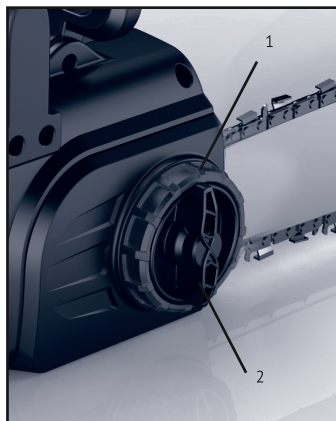

Рис.4
- Чтобы увеличить натяжение цепи пилы, возьмитесь за носок пильной шины и поверните внешнюю часть системы SDS (1) Рис.4. **ПО ЧАСОВОЙ СТРЕЛКЕ**. Поворот винта **ПРОТИВ ЧАСОВОЙ СТРЕЛКИ** позволит Вам ослабить натяжение.
- Осуществив регулировку, продолжайте удерживать носок шины в приподнятом положении и крепко затяните центральную часть системы SDS (2, рис.4). Правильно натянутая цепь плотно прилегает к шине со всех сторон и свободно проворачивается рукой (в перчатках!).